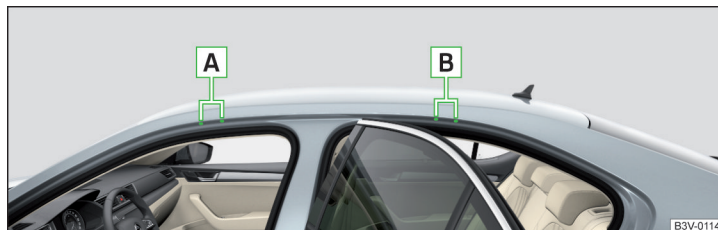

Abb. 134 Befestigungspunkte
**Anordnung der Befestigungspunkte** » Abb. 134